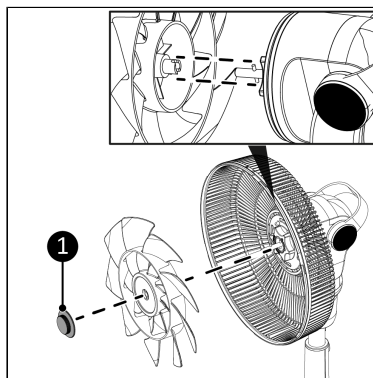

Figure 64.
13. Placez l'écrou central (Figure 64, pos. 1) et tournez-le dans le sens contraire des aiguilles d'une montre pour fixer les pales du ventilateur.